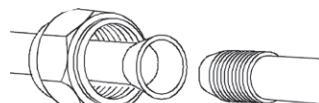

fig. 18 -
N.B. Asigurați-vă că uleiul utilizat pentru lubrificarea racordării este de același tip sau compatibil cu uleiul utilizat în circuitul frigorific. Dacă bercluirea este efectuată corect, se obțin următoarele rezultate ("fig. 18 -"):